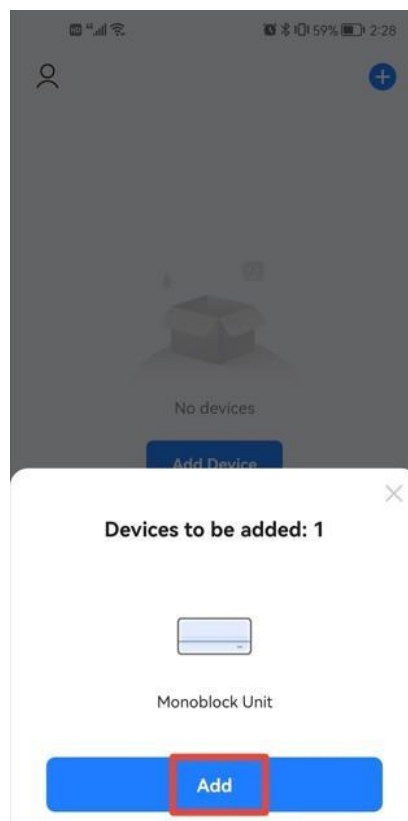

Abb. 5
2. Wenn das Gerät eingeschaltet ist und verbunden werden soll, wird das verbundene Bluetooth-Gerät nach kurzem Öffnen der App automatisch angezeigt. Klicken Sie auf die „Add“-Taste (Hinzufügen), wie in Abb. 5 gezeigt, um die Verbindung herzustellen.